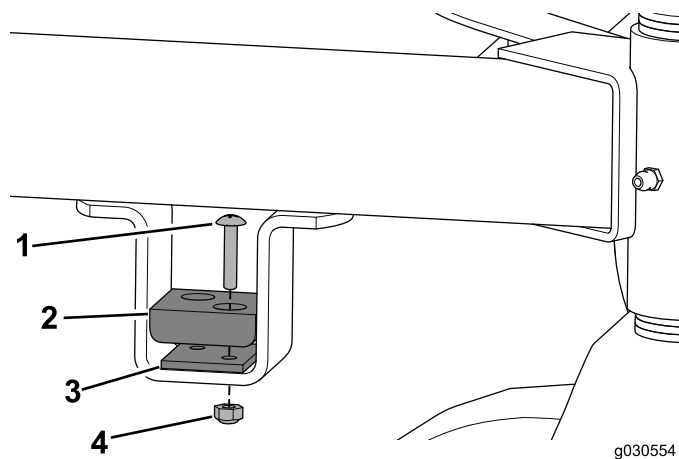

図 25
3. 刈高を設定するとクレビスピンがクッションから離れてしまう場合は、クッションスペーサを使ってください 図 25。